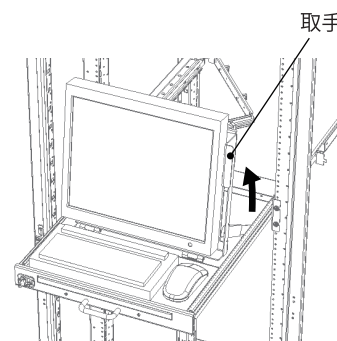

図 14
3. ディスプレイ収納台の取手を持ち、適切な角度まで引き上げてください。(図 14)